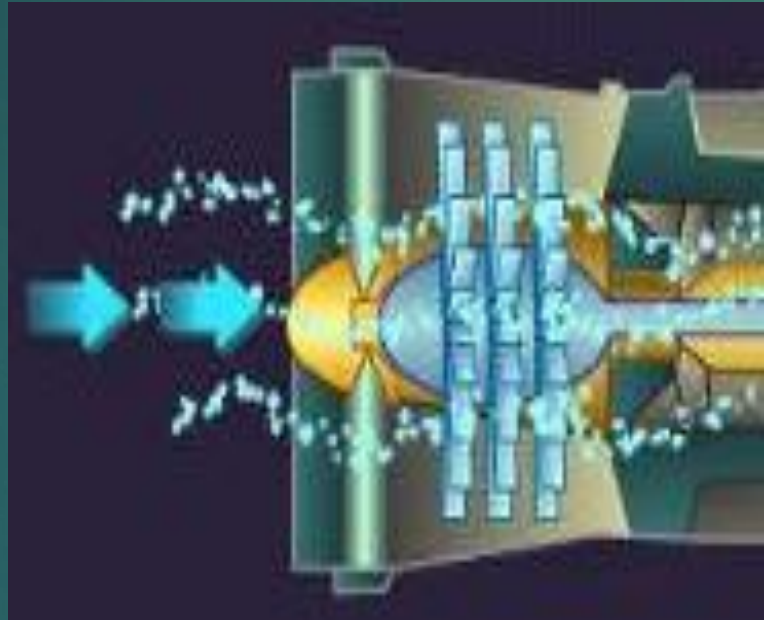
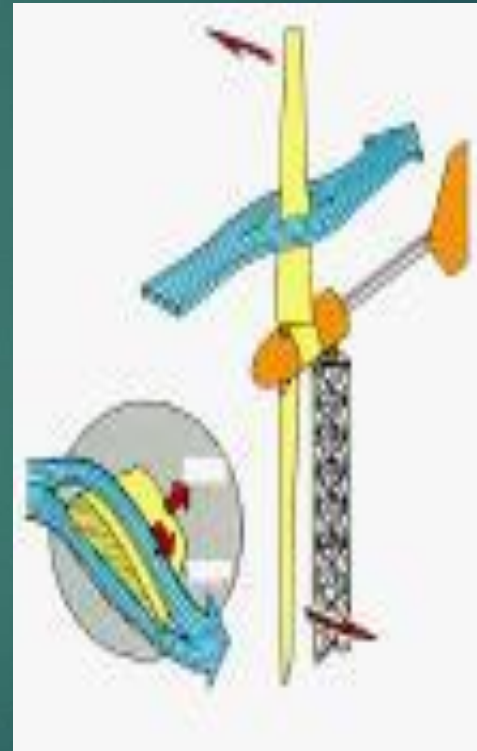

Figura 16
Figura 17
- ▶ Escoamento em turbo compressor (Figura 16) ou numa turbina eólica (Figura 17).